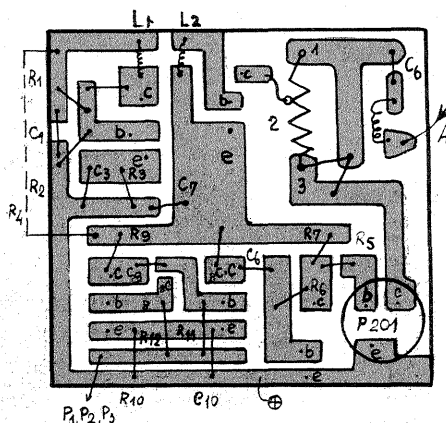

Fig. 4
Generatorul de joasă frecvență se verifică cu niște căști telefonice montate între punctul «a» și polul + al sursei de alimentare. Emitătorul se execută tot pe o plăcuță cu circuit imprimat (fig. 4).
Fig. 4 reprezintă schița de execuție pentru ghidajele (7), iar în detaliul 4 A se redă poziționarea ghidajelor.